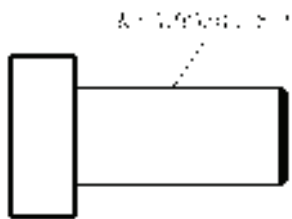

图 5-49 创建多重引线
4) 在“关闭”面板中单击“关闭文字编辑器”按钮 。创建的多重引线如图 5-49 所示。